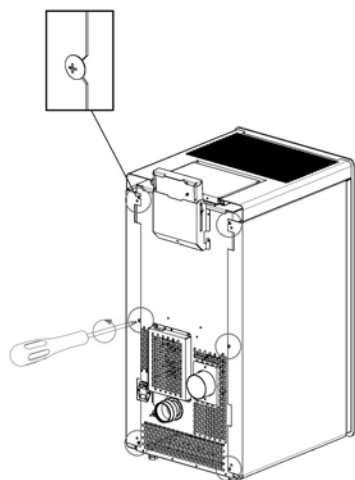

Fig. 70 - Allentare viti
- Allentare le 4 viti posteriori (vedi **Fig. 70**).
- Allentare le 6 viti posteriori (vedi **Fig. 70**).